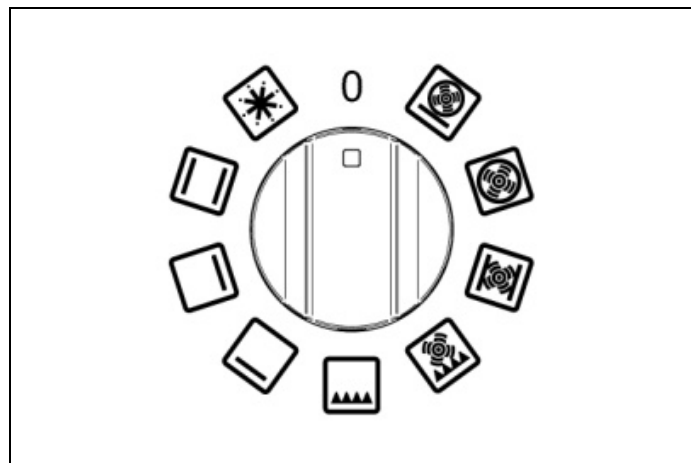
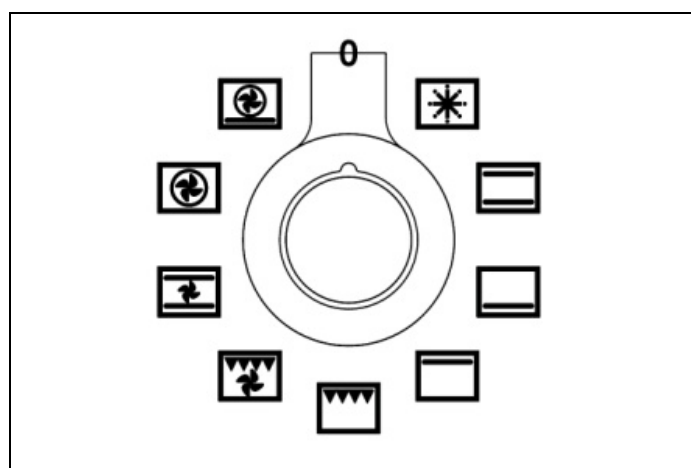
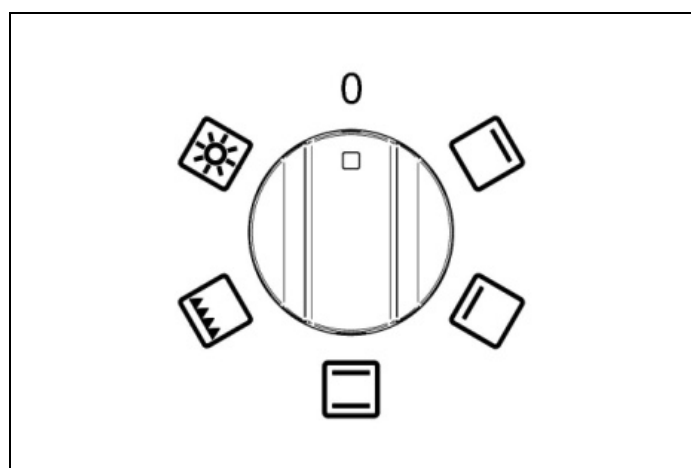
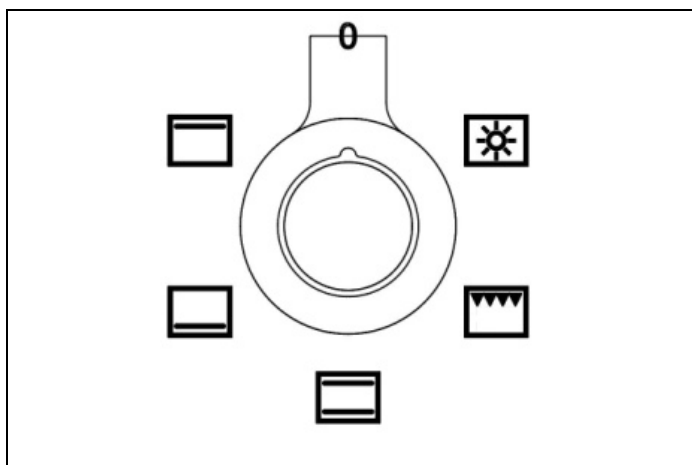

Fig. 19
Fig. 20
Fig. 21
Fig. 22
- 1) Tourner le bouton des fonctions (**Fig. 19 - Fig. 20 et Fig. 21 - Fig. 22**) dans le sens des aiguilles d'une montre pour sélectionner la fonction souhaitée.